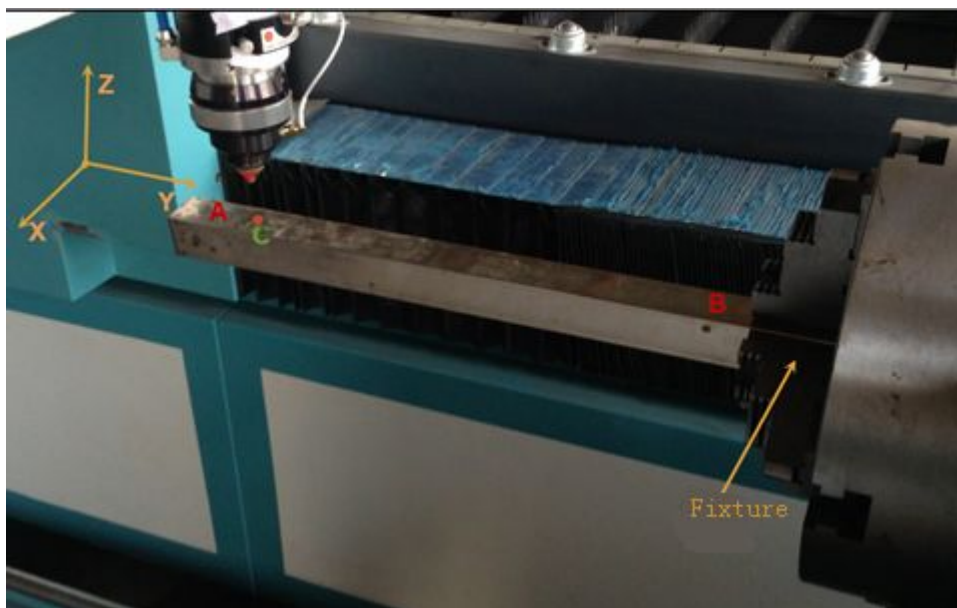
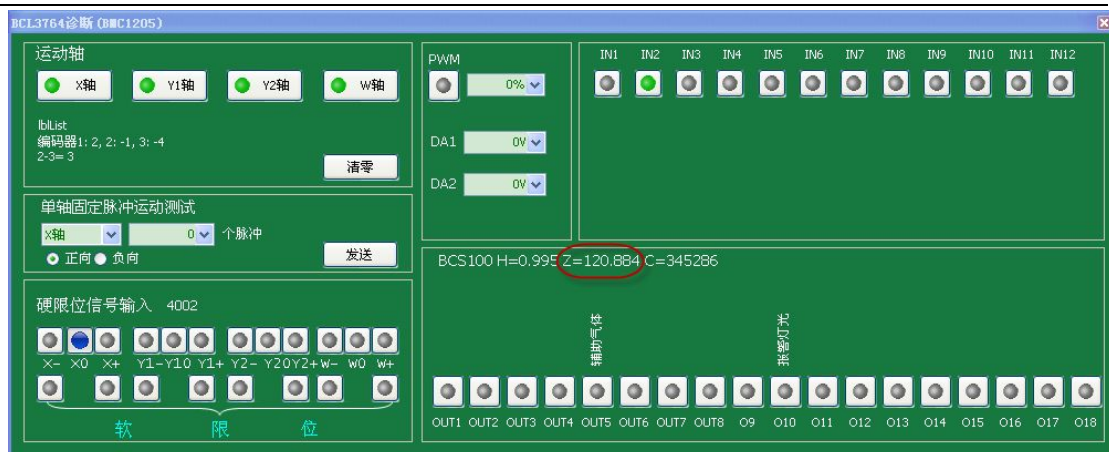

图 1
图 2
确保管材沿 Y 轴方向摆放，如图 1 所示。
- 1) 点动 X, Y 轴将激光头移动到管材轴中心的位置（如图 1 所示的 C 点），点击“自动寻边”，如果 AB 面放置不是在水平方向（有倾斜角度），此步骤可以将 AB 面调整至水平方向。
- 2) 打开 BCL3764 诊断界面（如图 2），点动 Y 轴，将激光头移动到近 A 端的位置（如图 1 所示远离夹具的一端），打开跟随，记录此时 Z 轴的坐标。沿着管材上表面由 A 端**低速**点动到 B 端（如图 1 所示靠近夹具的一端），观察整个过程中 Z 轴坐标的变化。